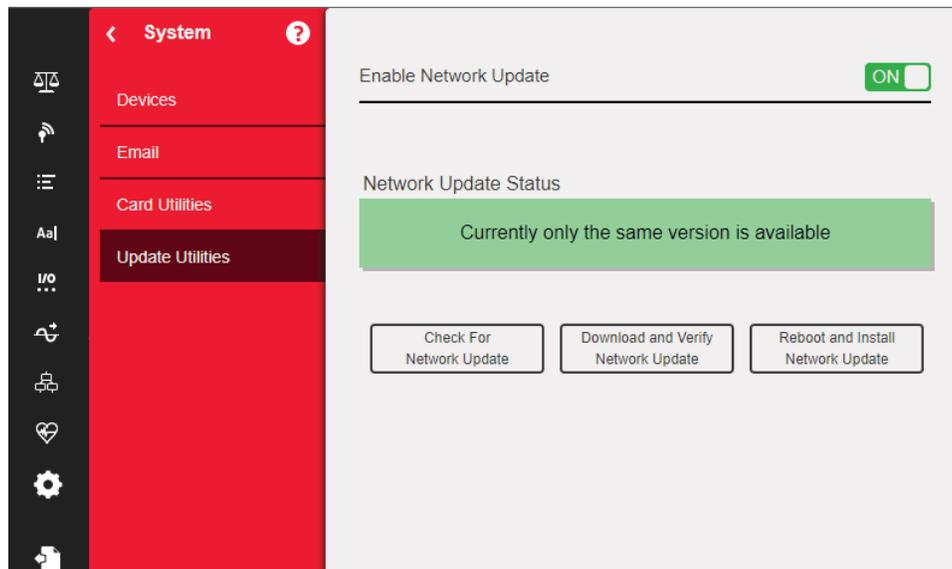

Abbildung 14-17. Menü „Netzwerk-Updates“
1. Wählen Sie „Update Utilities“ im Menü „Systems Setting“ (siehe Abbildung 14-17).